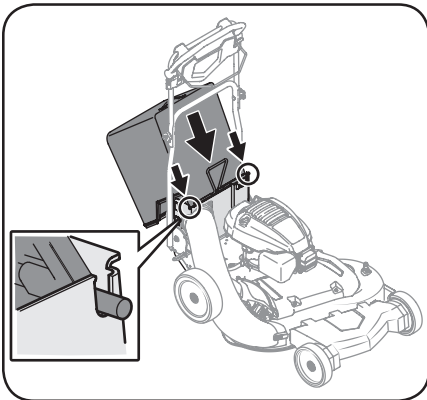

Figura 2-7
- d. Coloque el colector de césped dentro de las ranuras de la ménsula de soporte de descarga trasera. Consulte el recuadro de la Figura 2-7.